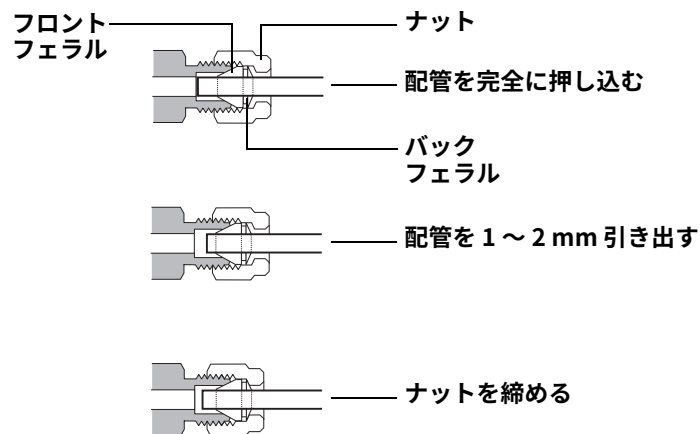

図 10 配管を挿入する
- 5 チューブを完全にプラグに押し込んでから、約 1 ～ 2 mm 引き出します (図 10)。